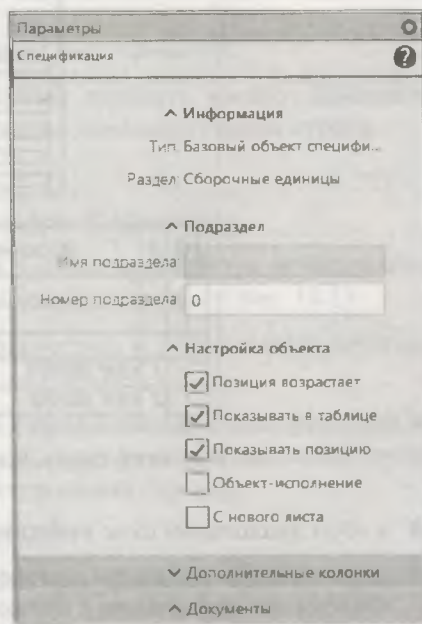

Рис. 15.12. Панель Параметров: Спецификация
- ♦ выделите ЛК мыши строку **Сборочный чертеж**. На панели **Параметры: Спецификация** (рис. 15.12) в разделе **Информация** в поле **Тип: Базовый объект**, в поле **Раздел: Сборочные единицы**;